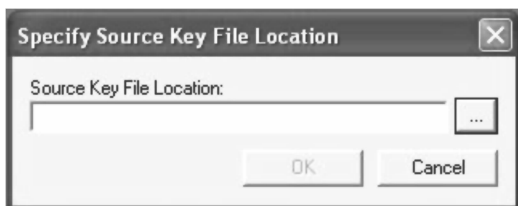

图 22-5 存储源代码对话框
6. 由于的计算机还没有源代码密钥文件，系统会提示选择创建该文件后的存储位置。单击省略号来为源代码密钥文件选择一个位置，如图 22-5 所示。